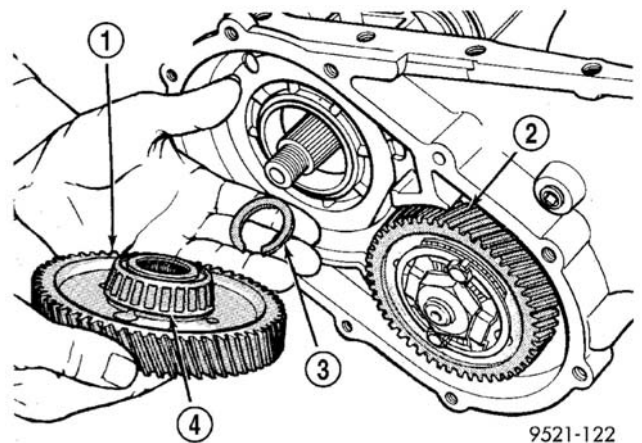

图 291 动力传输轴齿轮和（选择）垫片
(11) 确定动力传输轴轴承垫片厚度（参见 21-变速器/变速驱动桥/自动-31TH/动力传输系统-调整）。若下列任一零件被更换，才需要确定垫片厚度：
(12) 安装动力传输轴齿轮和选择垫片（图 291）。